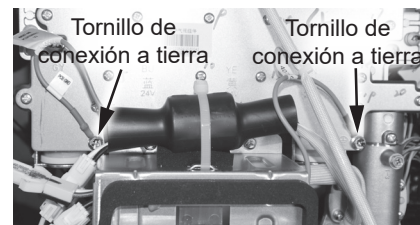

Figura 120 - Retiro de los cables de conexión a tierra verdes
- 6 Ubique los cables de conexión a tierra verdes conectados a la cubierta del múltiple de gas. Retire los dos tornillos que fijan los cables de conexión a tierra verdes y déjelos a un lado en un lugar seguro para volver a instalarlos. Consulte la Figura 120.